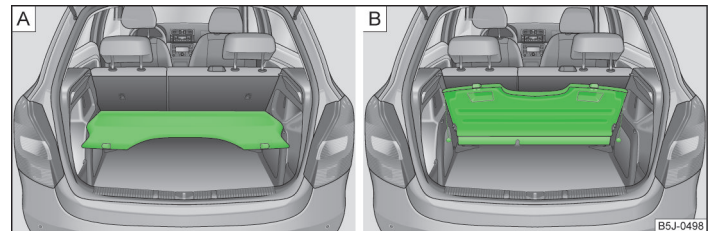

Abb. 49 Gepäckraumabdeckung: in der unteren Position / hinter den Rücksitzen verstaue
- in der unteren Position auf den Stützelementen » Abb. 49 - » ;
- hinter den Rücksitzen » Abb. 49 - .
In dieser Position » Abb. 49 -  ist die Gepäckraumabdeckung zur Ablage von kleinen Gegenständen bis zu einem Gewicht von 2,5 kg vorgesehen.